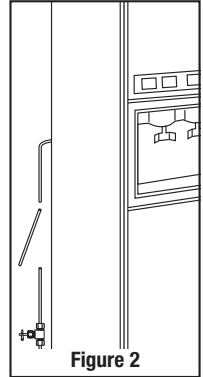

Figure 2
3. Couper et retirer environ 15,24 cm (6 po) de tuyau, en s'assurant que la coupe est bien perpendiculaire. (Figure 2)